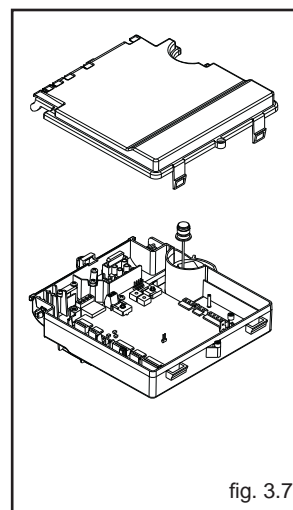

fig. 3.7
- rimuovere la copertura morsettiere (fig. 3.7)